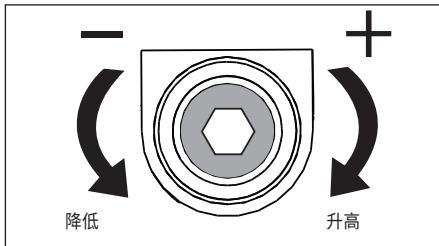

图 14, 溢流阀调节螺钉
- 使用 7/32" 内六角扳手拧松溢流阀调节螺钉大约 2 圈。见图 14。